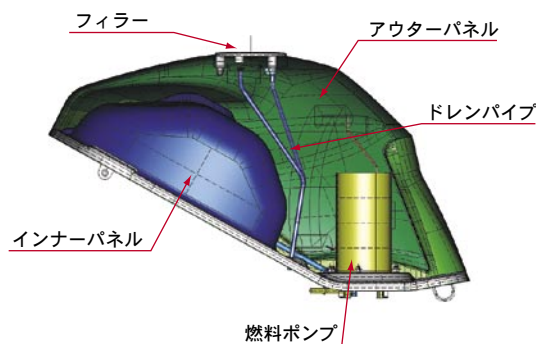
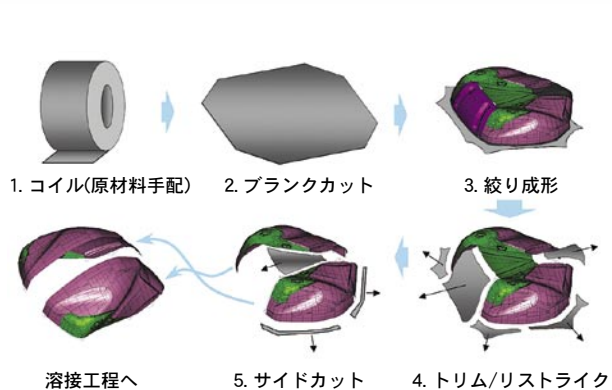

図1 フューエルタンク構成
図2 プレス工程
モーターサイクルにおいて、タンクは燃料を密閉保持するという機能部品であると同時に、二輪車の顔とも言える重要な意匠部品である（図1）。タンクは薄板の材料をプレス成形した後、それぞれのパネルを溶接することで作られる（図2、3）。デザインと機能を両立させるためには、開発の初期段階でスタイリング・設計・製造要件のすべてが成り立つべく詳細な検討をしなければならない。タンクの製造工程として、①プレス ②溶接 ③塗装があるが、特に最初のプレス成形において、デザインされた製品形状が成形可能かどうか、またどのような方案であれば成形できるのかといった検討は非常に重要である。本稿では、成形シミュレーション技術を活用した、魅力的なタンク形状の実現についての取り組みを紹介する。